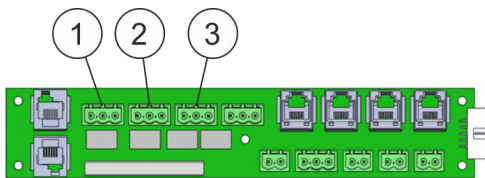

Fig. 72: Bornes de conexión
- Borne de conexión para la salida del relé “Prealarma” (Fig. 72/1)
- Borne de conexión para la salida del relé “Alarma de incendio” (Fig. 72/2)
- Borne de conexión para la salida del relé “Extinción” (Fig. 72/3)